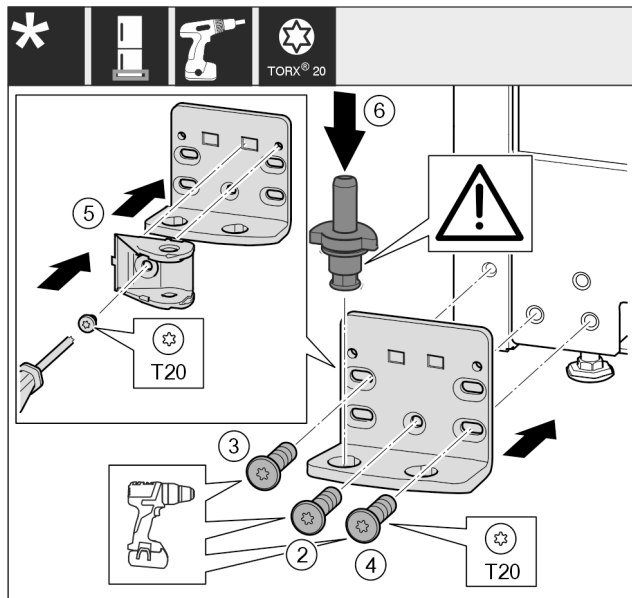

Fig. 21 *
- Lagerbock auf der anderen Seite ansetzen und mit Hilfe eines Schraubendrehers anschrauben. Mit der Schraube Fig. 21 (2) unten in der Mitte beginnen.*
- Schraube Fig. 21 (3) und Schraube Fig. 21 (4) festschrauben.*